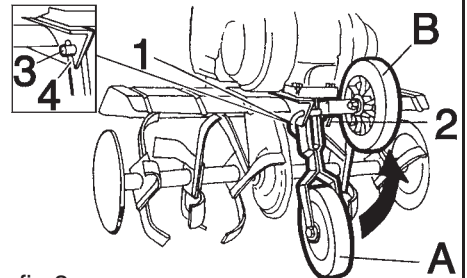

fig.3
(Abb. 3)
- Befestigen Sie die Radhalterung mit dem eigens dafür vorgesehenen Bolzen (3) und dem Splint (4) (Abb. 3).
Zur Transportstellung montieren Sie den Bolzen 1 wie auf Abb. 3 dargestellt.